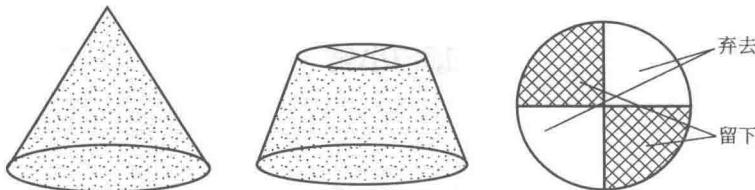

图 0-1 四分法缩分试样
(1) 采取大量煤“粗样” 即在输送带的各个部位、各个时间，采取一定数量的子样混合在一起。
(2) 对“粗样”进行处理 对采得的“粗样”进行粉碎、过筛、混合，再粉碎、过筛、混合多次重复操作，将样品充分混合。
(3) 缩分 用四分法（如图 0-1 所示）得待测试样。